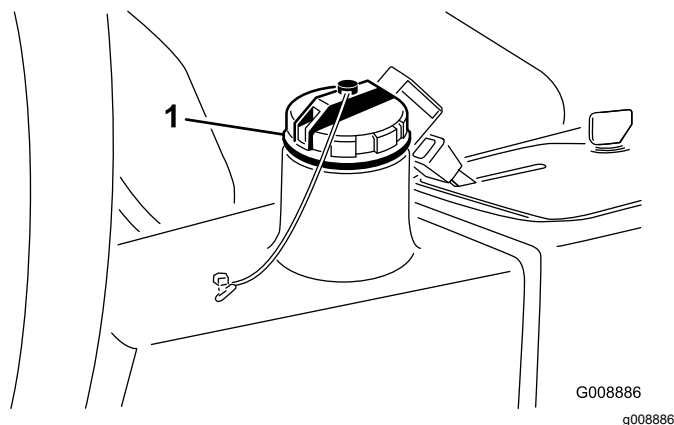

Рисунок 80
4. Залейте в гидравлический бак (Рисунок 80) приблизительно 13,2 литра гидравлической жидкости; см. Проверка гидравлической системы \(страница 29\).